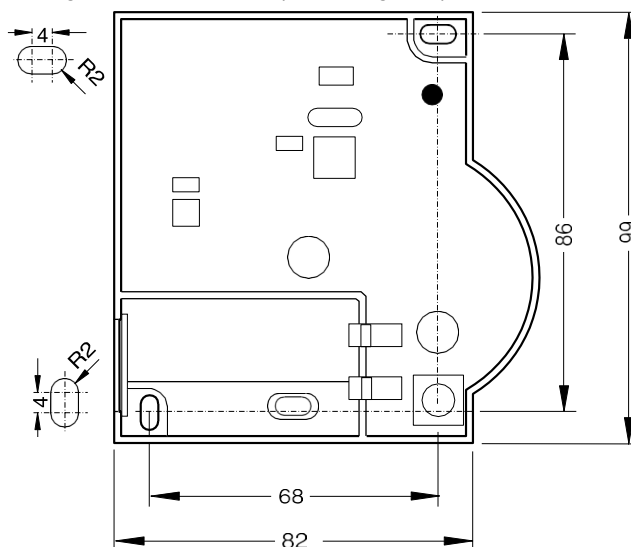

Figura 3: Diagrama de taladrado (medidas en mm)
- Marque los agujeros de taladro conforme al diagrama de taladrado (véase Figura 3).